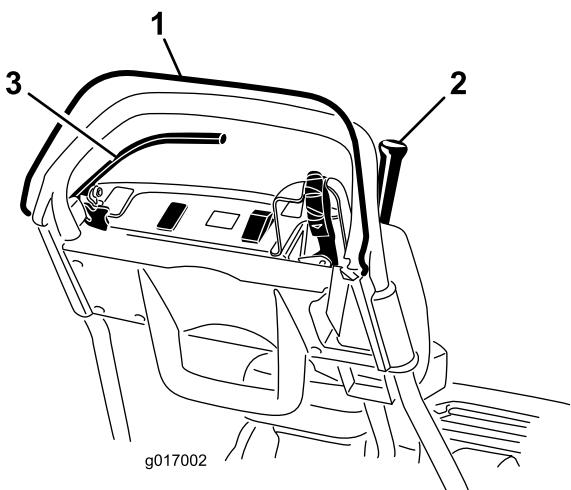

Bild 27
3. Versuchen Sie den Fahrantriebshebel bei gelöster elektronischer Sicherheit zu aktivieren (Bild 27). Der Fahrantriebshebel sollte nicht aktiviert werden.
4. Lösen Sie die elektronische Sicherheit, wenn die elektronische Sicherheit gedrückt und der Fahrantriebshebel aktiviert ist (Bild 27).
5. Aktivieren Sie die elektronische Sicherheit und schieben Sie den Ganghebel nach links; kuppeln Sie dann den Fahrantrieb und den Spindelantrieb ein und lösen Sie die elektronische Sicherheit (Bild 27).
6. Aktivieren Sie die elektronische Sicherheit und schieben Sie den Ganghebel nach links, um den Fahr- und Spindelantrieb einzukuppeln; schieben Sie den Ganghebel nach rechts, um den Spindelantrieb auszukuppeln (Bild 27).
2. Aktivieren Sie die elektronische Sicherheit, kuppeln Sie den Fahrantriebshebel ein und stellen Sie die Motorbedienelemente in die Start-Stellung (Bild 27).
2. Kuppeln Sie den Fahrantriebshebel aus, aktivieren Sie die Betriebsbremse und stellen die Motorbedienelemente in die Start-Stellung (Bild 27).
4. Lassen Sie den Motor an, aktivieren die Betriebsbremse (nicht die Feststellbremse), aktivieren Sie die elektronische Sicherheit und kuppeln Sie den Fahrantriebshebel ein (Bild 27).
5. Lassen Sie den Motor an, aktivieren den Feststellbremsriegel, aktivieren Sie die elektronische Sicherheit und kuppeln Sie den Fahrantriebshebel ein (Bild 27).